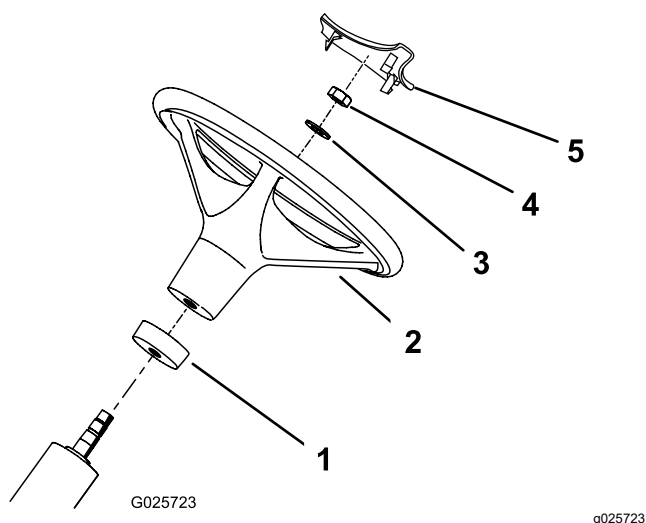

Figura 3
2. Faça deslizar o anel de esponja, extremidade pequena primeiro, para a coluna de direção (Figura 3).
3. Faça deslizar o volante para a coluna de direção (Figura 3).
4. Fixe o volante à coluna de direção, utilizando uma anilha e uma porca de bloqueio (Figura 3).
6. Pressione a cobertura do volante para a posição no volante (Figura 3).